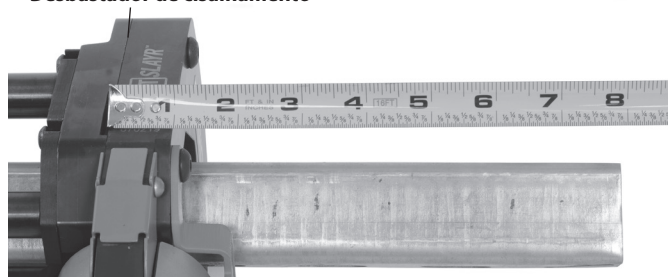

Figura 6A – Medição do comprimento da escora
- Use a ranhura de fita métrica (localizado no desbastador de cisalhamento) (Figura 6A).